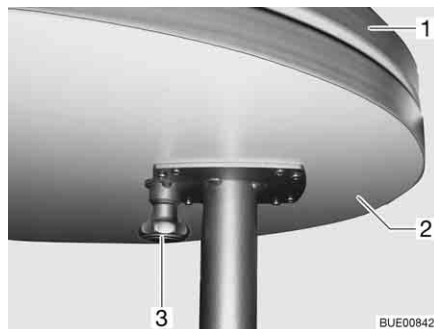

Fig. 94 Mesa fija
- Tirar el botón (Fig. 94,3) del bloqueo hacia abajo y girar la prolongación del tablero de mesa (Fig. 94,2) hacia fuera.
- Girar la prolongación del tablero de mesa (Fig. 94,2) debajo del tablero de la mesa (Fig. 94,1) hasta que se oiga engatillar el bloqueo.